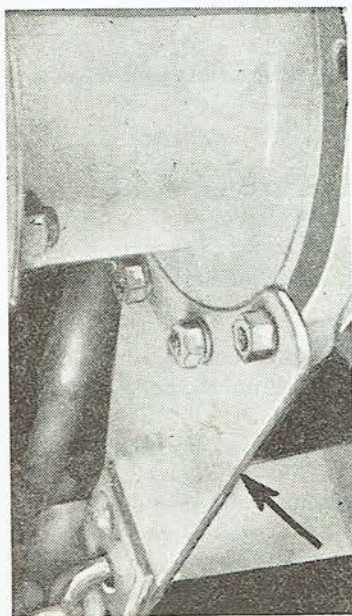

Abb. 96
5. Die vordere Versteifung (Abb. 96) ist vom